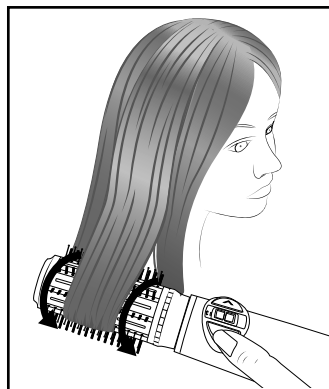

Fig. 1
- 5) Mantenere premuto il tasto di rotazione **2** >/ **7** < in modo che la spazzola rotonda **8/9** cominci a girare. Applicare la spazzola rotonda **8/9** in corrispondenza delle punte dei capelli distribuendo la ciocca per la lunghezza della spazzola rotonda **8/9** (vedere la fig. 1). La ciocca si arrotola con il movimento di rotazione. Rilasciare il tasto di rotazione **2** >/ **7** < prima di raggiungere l'attaccatura dei capelli. La spazzola smette di girare.